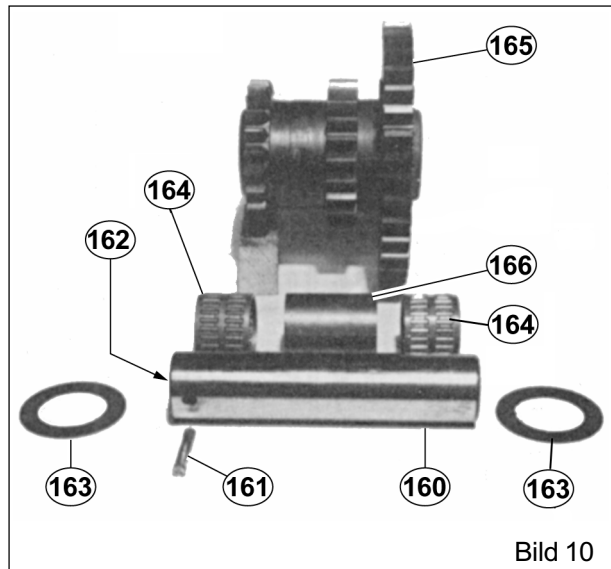

Bild 10
- Alle Teile des Untersetzungsgetriebes ausbauen (Bild 10). Die Teile genau untersuchen und die beschädigten ersetzen.